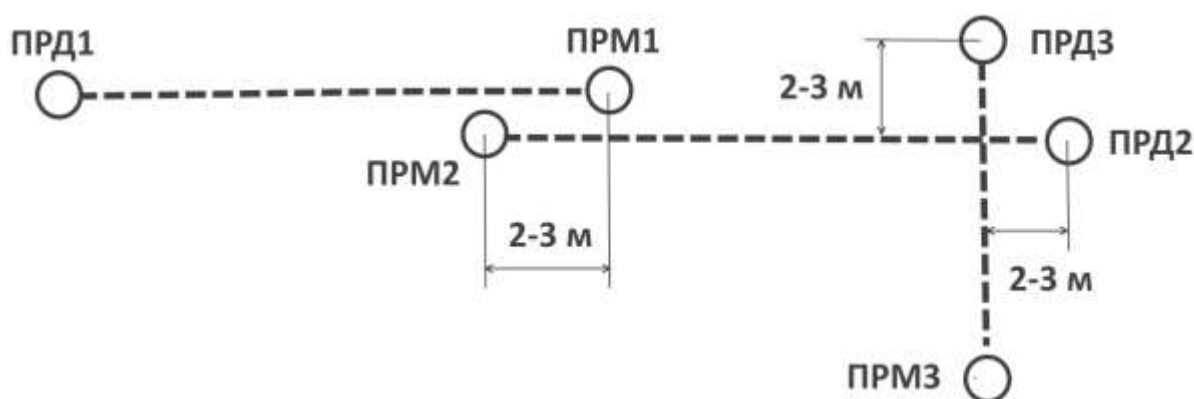

Рис. 3 Расположение извещателей с перекрытием зон обнаружения
11.3.1. При создании непрерывного рубежа охраны, необходимо обеспечить перекрытие зон обнаружения смежных извещателей на расстояние не менее 2-3 м (см. Рис. 3).